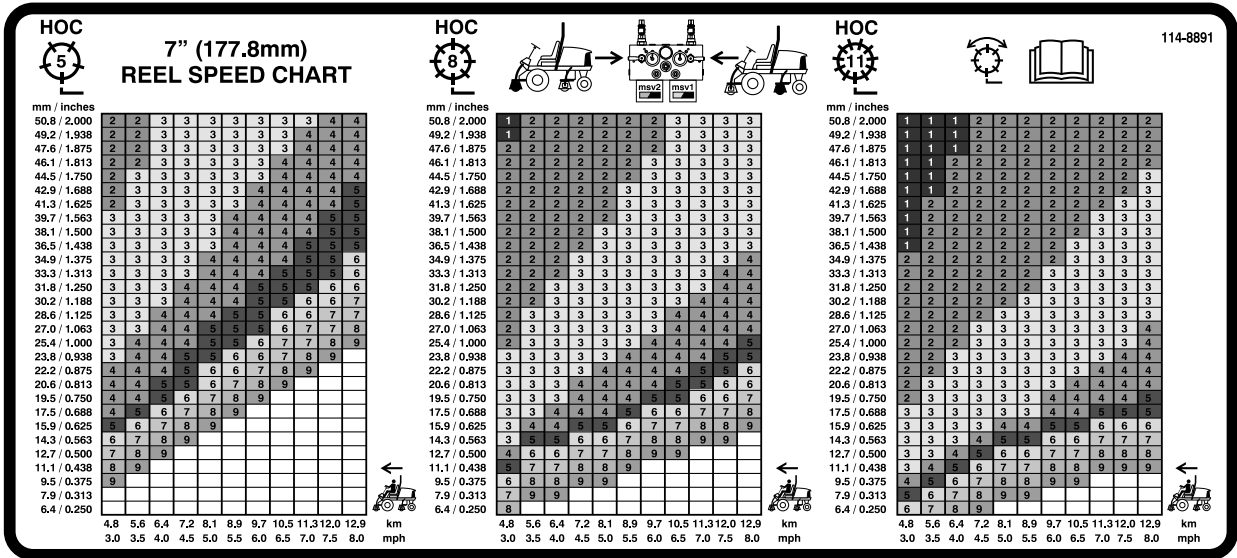

Figura 41
3. Usate lo schema opportuno sull'adesivo 110-0996 (Figura 41) per gli elementi di taglio da 17,8 cm dei Reelmaster 5510 e 5610, o sull'adesivo 110-8923 (Figura 42) per gli elementi di taglio da 12,7 cm dei Reelmaster 5410 per determinare l'impostazione esatta della velocità dei cilindri.